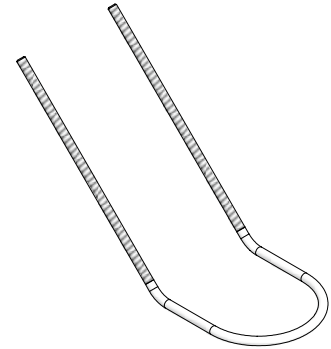
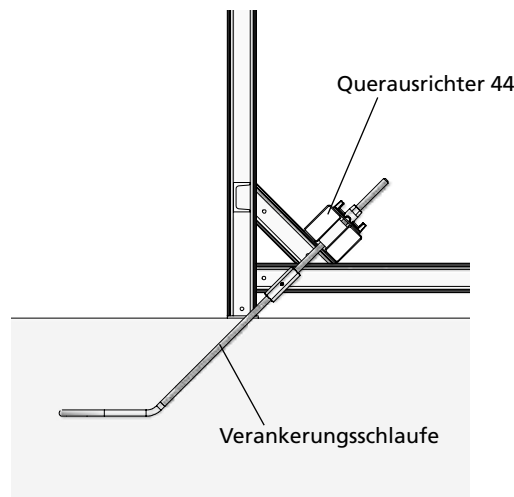
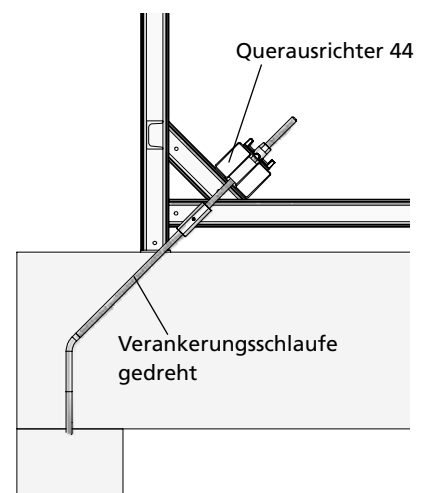

Abb. 11.2 Verankerungsschlaufe
Abb. 11.3
Abb. 11.4
■ Mit Verankerungsschlaufe 15 (Abb. 11.2) oder 20 und Querausrichter 44 (Abb. 11.3 und 11.4), bei einseitigen Wänden über Decken mit gedrehter Verankerungsschlaufe 15 oder 20 (Abb. 11.4). Eine ggf. zusätzlich erforderliche Bewehrung ist mit dem Tragwerksplaner abzuklären.